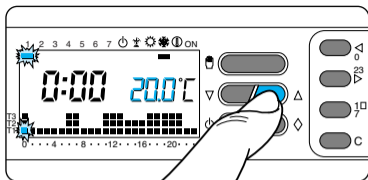

Fig. 40
**8.4** -Mediante il pulsante  $\nabla$  oppure  $\Delta$  (fig. 40) selezionare il livello di temperatura desiderato; premere quindi il